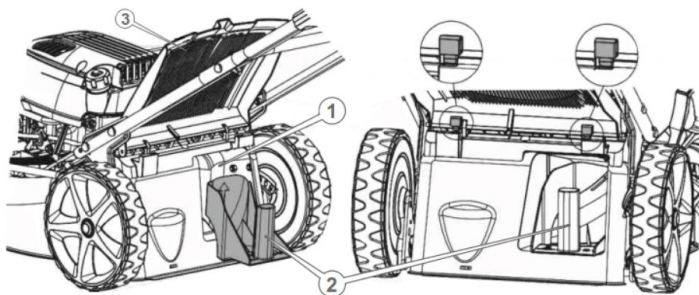

Рисунок 8. Схема встановлення (вилучення) кришки вікна виходу трави в травозбірник.
1. Підняти кришку (3, рис. 8) та від'єднати травозбірник від виробу, якщо він був встановлений.
2. Відкрити вікно (1, рис. 8) для виходу трави в бункер на задній панелі корпусу, для чого вилучити кришку (2, рис. 8).
4. Підняти кришку (3, рис. 8) та встановити бункер-травозбірник (15, рис. 1) на корпус (деку) виробу так, щоб пази замків бункера надійно поєдналися з відповідними виступами деки.
3. Підняти кришку (3, рис. 8) та від'єднати травозбірник від виробу, якщо він був встановлений.
4. Закрити вікно (1, рис. 8) для виходу трави на задній панелі корпусу різального блока кришкою (2, рис. 8).